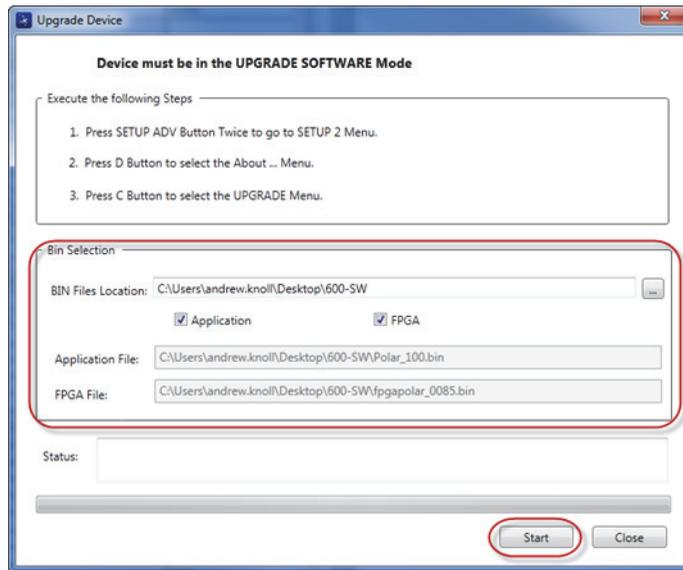

图 6-13 升级设备对话框
出现 **Upgrade Device**（升级设备）对话框（参见第 293 页的图 6-13）。
7. 在 **Upgrade Device**（升级设备）对话框的 **Bin Selection**（Bin 选择）区域中，选择 NORTEC 600 升级软件的位置，然后选择 **Application**（应用）和 **FPGA** 复选框（参见第 293 页的图 6-13）。